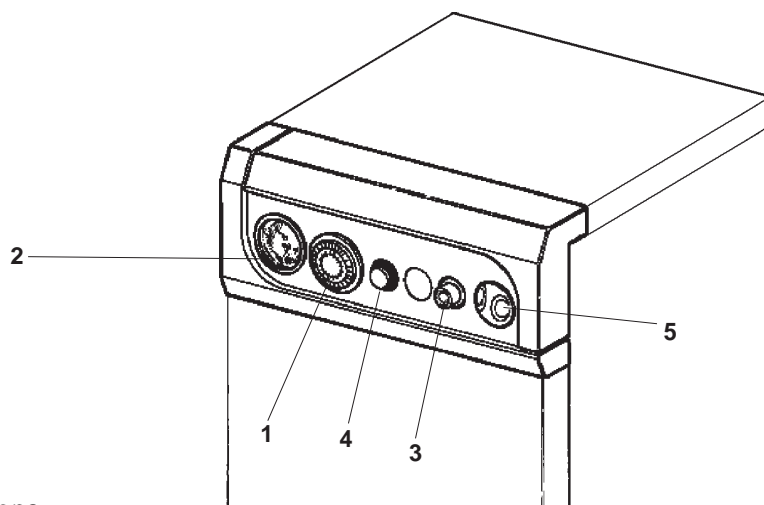

Рис. 1
Предохранительный термостат с ручной настройкой 3 (рис. 1)
Регулирующий термостат котла 5 (рис.1)
- 2) Установите на термостате 5 (см. рис.1) желаемую температуру.
- 3) Включите котел в сеть и нажмите выключатель 4 (рис. 1) на щитке управления. Теперь начнет функционировать горелка, т.е. котел работает.
Для кратковременного выключения котла достаточно нажать выключатель 4 (рис. 1) на командной панели.